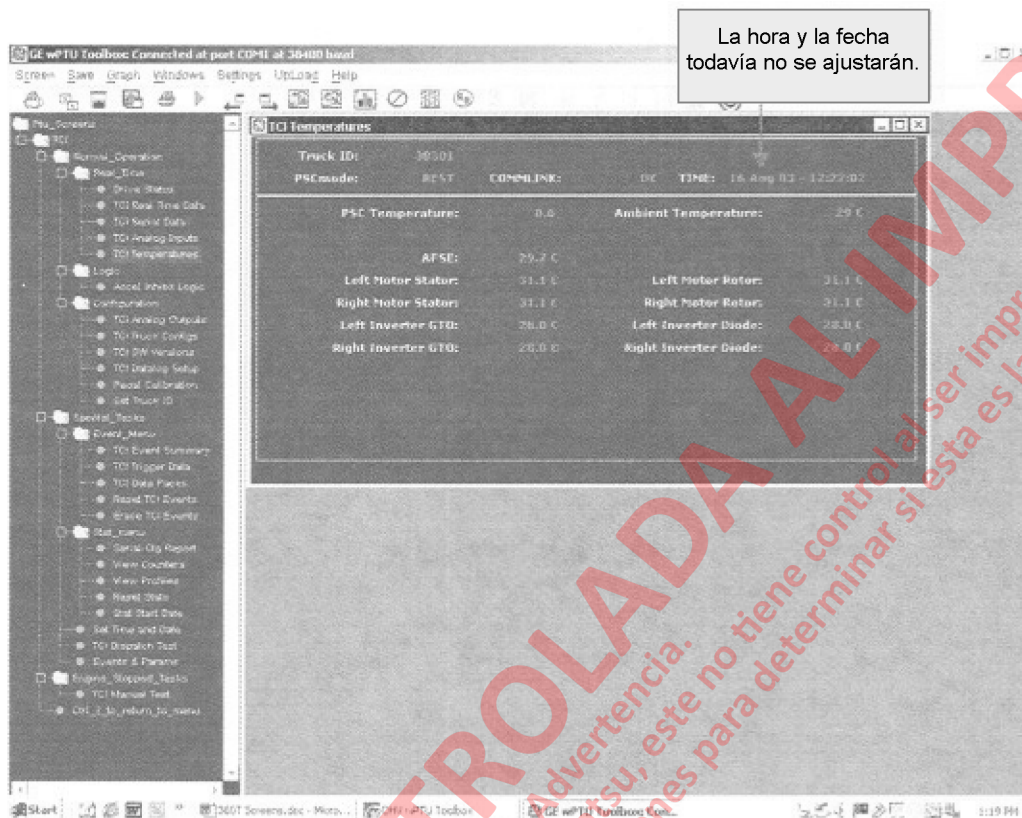

FIGURA 3-10. PANTALLA DE TEMPERATURAS DE LA TCI
- Compruebe que los valores de temperatura sean similares al ejemplo en la Figura 3-10.